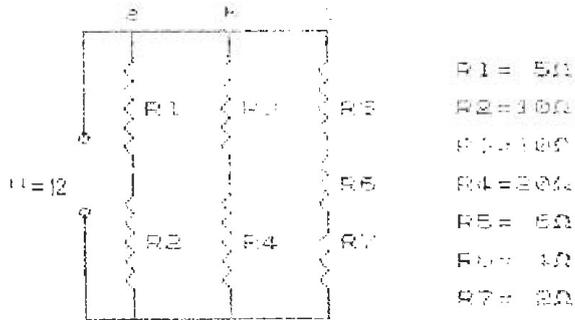

Figura 27/2
- 14 — Reportando-se à figura 27/2, monte uma resistência com  $10 \Omega$ , entre os pontos «a» e «b» e outra com  $20 \Omega$ , entre os pontos «b» e «c». Calcule a queda de tensão nas três resistências do circuito equivalente.